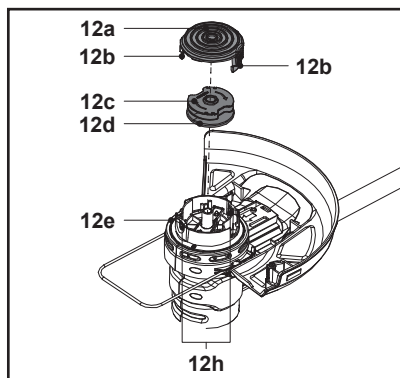

Fig. 25
3. Scoate bobina de tăiere (12c) din carcasă (12e) (fig. 25).